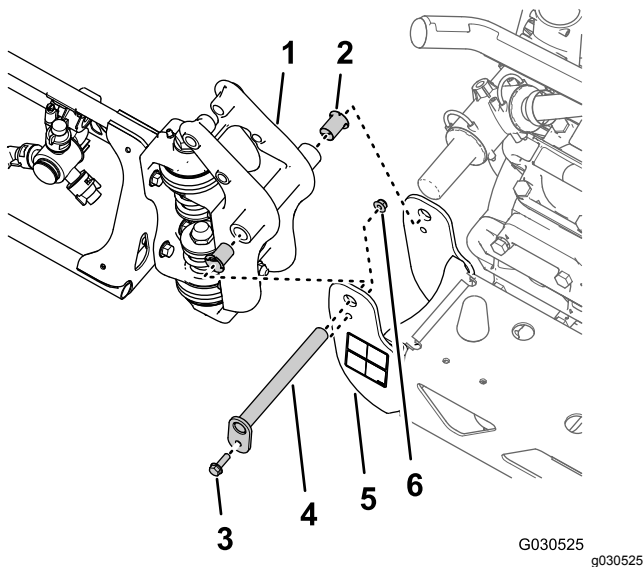

Рисунок 65
1. Удалите фланцевый болт (5/16 x 1 дюйм) и фланцевую контргайку (5/16 дюйма), которые крепят ось поворота к кронштейну оси поворота (Рисунок 65).
2. Снимите ось поворота с поворотного кронштейна средней секции стрелы и крепления оси поворота наружной секции стрелы (Рисунок 65).
3. Отделите наружную секцию стрелы от средней секции стрелы и снимите наружную секцию с машины (Рисунок 65).
4. Снимите 2 нейлоновые фланцевые втулки с крепления оси поворота наружной секции стрелы (Рисунок 65).